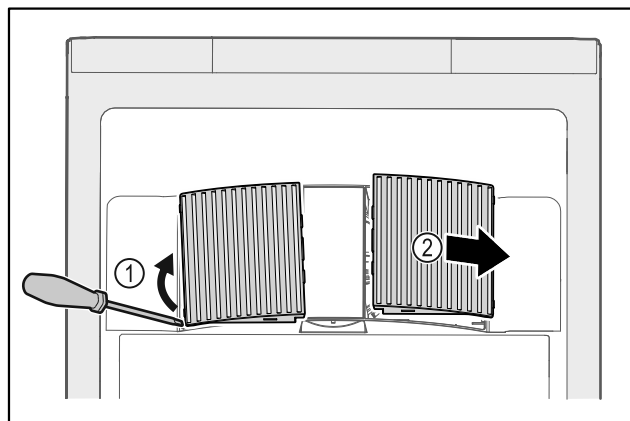

Fig. 147
- ▶ Bänd försiktigt loss flätkåporna på sidan Fig. 147 (1) och ta av dem framåt Fig. 147 (2).